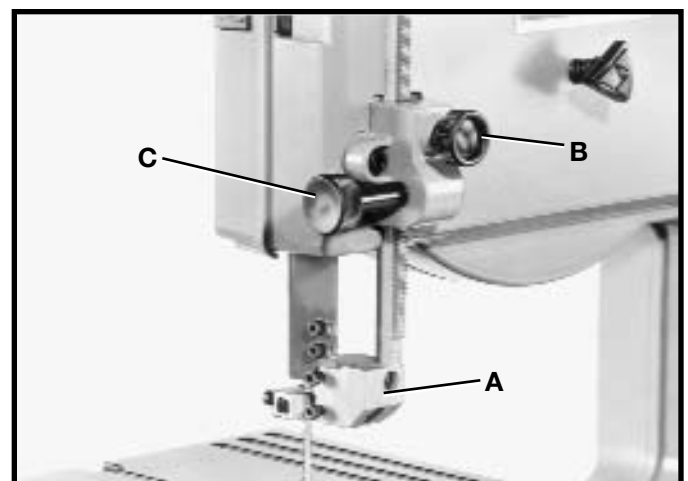

Fig. 21
Le module du guide de lame supérieur (A) fig. 21, ne doit jamais dépasser 1/8 po (3,2 mm) au-dessus ou aussi près que possible de la surface supérieure de la pièce coupée.
Desserrer le bouton (B) fig. 21, tourner le bouton (C) et positionner le module du guide (A) à la position voulue. Resserrer ensuite le bouton (B).